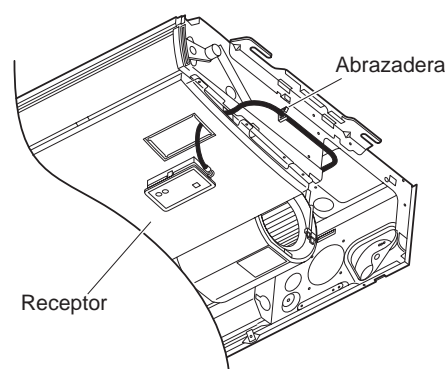

Fig. 11-9
4. Fije el hilo de salida del receptor a la brida que mantiene el cable del motor del deflector. (Fig. 11-9)